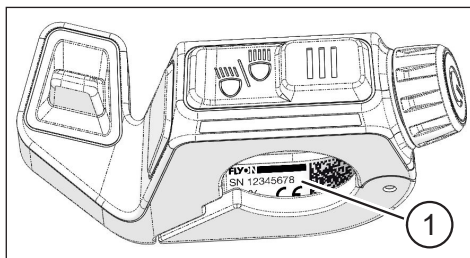

Fig. 5: Plaque signalétique sur Haibike Remote
La pos. 1 dans Fig. 5 indique la position de la plaque signalétique.